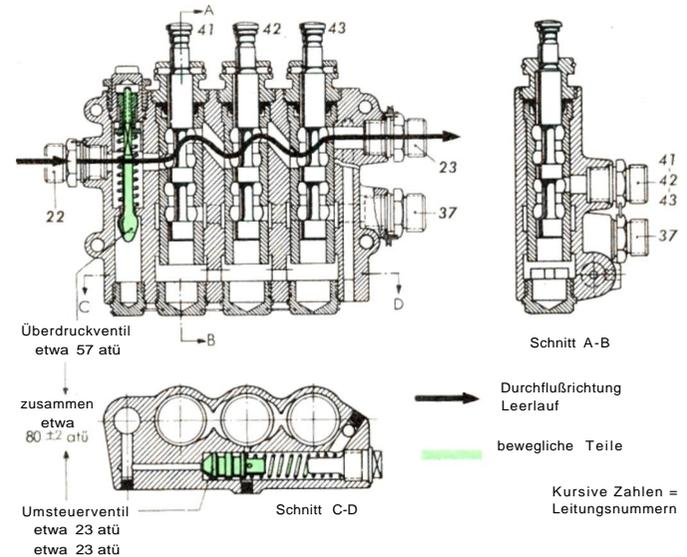

Abb. 36 Dreiknopfschalter in Nullstellung
Der Dreiknopfschalter (Abb. 36), der im Rumpf am Spant 9 (10) (Abbild. 41) eingebaut ist, wird vom Führerraum aus von Hand mechanisch und elektrisch betätigt. Die ersten beiden Druckknöpfe 41 und 42 werden mit dem Sturzflugbremshebel über ein DuZ-Gestänge, der dritte Knopf 43, wie schon erwähnt, mit dem Bombenauslöseknopf am Steuerhorn bzw. dem Rücktrimmknopf an der linken Rumpfseltenwand über einen Elektro-Magneten betätigt.
In Abb. 36 ist der Dreiknopfschalter in Nullstellung im Schnitt gezeigt, wobei der Durchfluß zu erkennen ist (Pfeilrichtung). Wird der zweite Knopf gedrückt, so muß unter dem Schalterkolben Öl verdrängt werden, das an dem eingebauten Umsteuerventil vorbei in die Leerlaufleitung 23 (Abb. 42) entweichen kann. Das Drucköl ist jetzt mit der Ausfahrleitung 42 (blau) verbunden. Die Leitung 47 (rot gestrichelt), die zum ersten Knopf geht, führt das bei Verstellung aus dem Verriegelungssteuerschalter 22 verdrängte Öl und das Rücköl der Sicherheits-
Hinter jedem Verteiler ist ein Abschaltregler 20 (siehe auch Abb. 381) geschaltet, der bei nicht ganz gleichmäßigem Strebenlauf ein vorzeitiges Abschalten des Dreiknopfschalters 18 verhindern soll. Im Abschaltregler fließen die beiden Teilströme durch einen Kanal und sind hier durch einen schwimmenden Kolben (1) voneinander getrennt. Dieser Kolben (1) verdeckt in seiner Mittelstellung einen Abzweigkanal zu einem Überdruckventil (2), dessen Ableitung mit dem Behälter verbunden ist. Das Überdruckventil (2) ist auf einen Druck von etwa 60atü eingestellt, der über dem höchsten Betätigungsdruck für die Sturzflugbremse, aber unter dem Öffnungsdruck von 80atü des Überdruckventils und Umsteuerventiles im Dreiknopfschalter liegt (siehe Abb. 36).